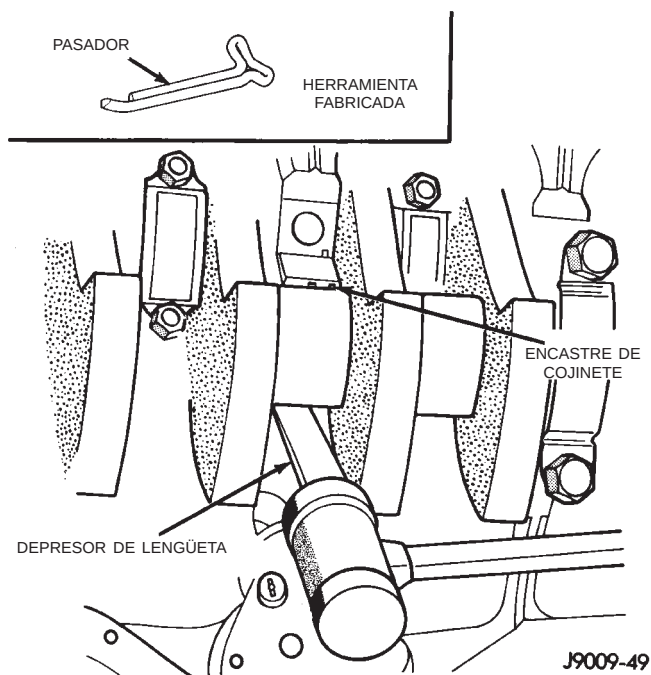

Fig. 55 Desmontaje de encastres superiores
(6) Retire el encastre inferior de la tapa de cojinete.
(7) Retire el encastre superior AFLOJANDO (SIN DESMONTAR) el resto de las tapas de cojinete. Luego inserte un pasador pequeño en el orificio de aceite del gorrón del cigüeñal. Para construir el implemento adecuado, doble el pasador como se indica en la ilustración (Fig. 55). Utilice el implemento que ha construido para hacer girar el cigüeñal, de modo que el encastre del cojinete superior gire en dirección a su lengüeta de traba. Puesto que no hay
orificio en el gorrón principal nº 3, utilice un depresor de lengüeta u otra herramienta similar, de metal blando, para retirar el encastre del cojinete (Fig. 55). Una vez que haya extraído aproximadamente unos 25 mm (1 pulg.) del encastre, podrá retirarlo ejerciendo presión por debajo de la lengüeta.